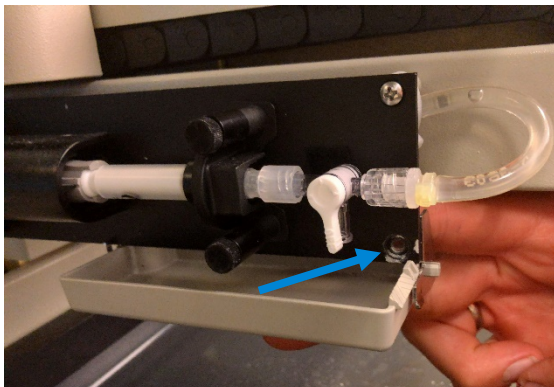

Figura 7.
- Con la mano sinistra, montare il bullone e la rondella di dimensioni ridotte dal lato della siringa nel foro inferiore, Figura 7